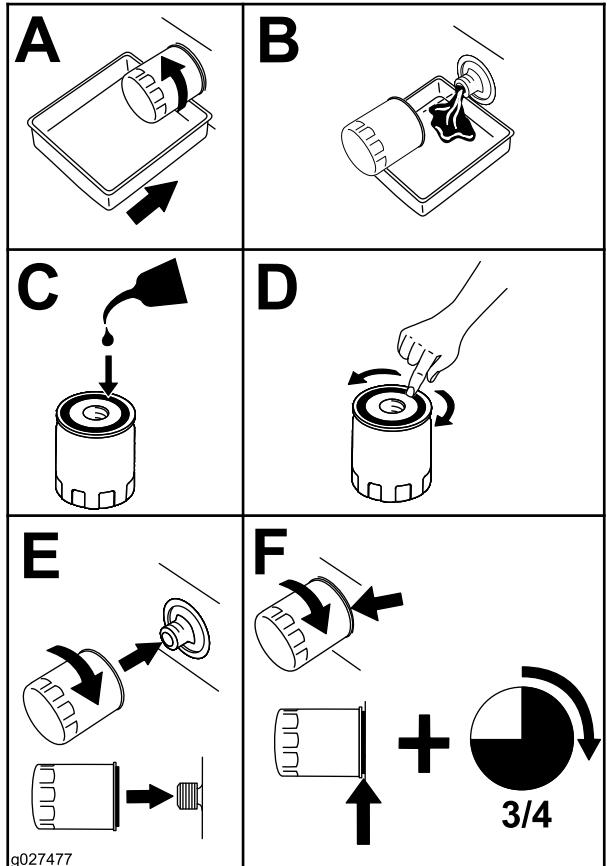

Рисунок 46
- Замените масляный фильтр двигателя (Рисунок 46).